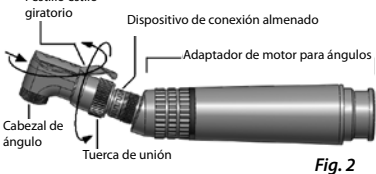

Fig. 2
Montaje del cabezal de ángulo (Fig. 2)
3. Gire la tuerca de unión en la dirección indicada en la Fig. 2 hasta que quede apretada con los dedos.